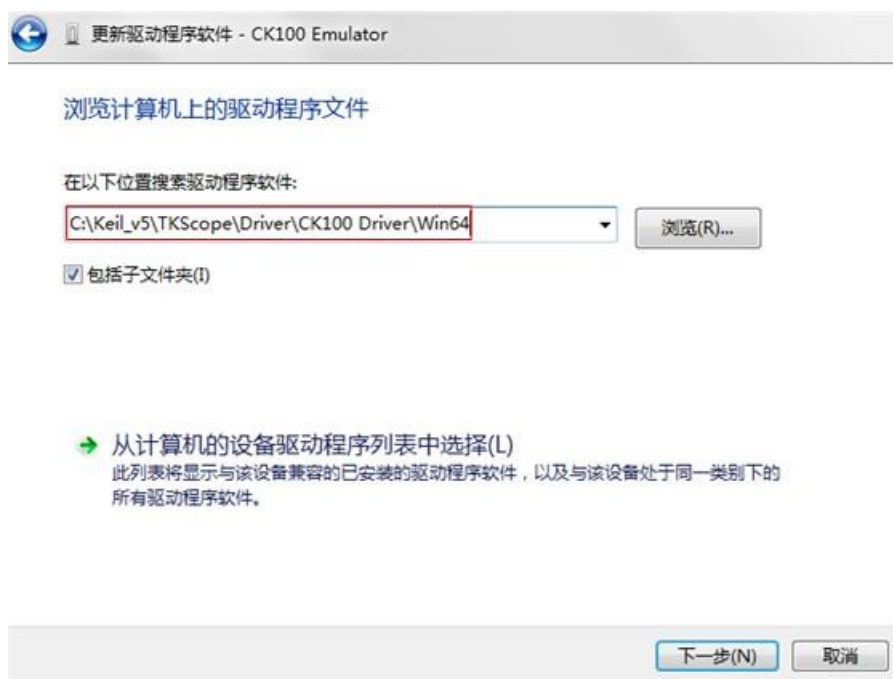

图 2.47 选择驱动程序路径
- (4) 接着设置驱动程序路径，如图 2.47 所示，填入 TKScope 安装目录下相应驱动程序的路径即可，也可以选择【浏览】找到驱动程序的目录。这里设置为 C:\Keil_v5\TKScope\Driver\CK100 Driver\Win64，如果是 32 位系统，则最后的路径应该是 Win32。选择路径后，直接点击【下一步】进入驱动安装，等待安装结束即可。